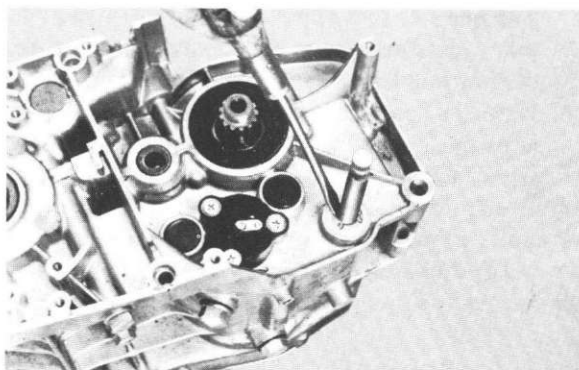

Fig. 4-11-7
- b. Remove the change shaft circlip and the shim. (Figs. 4-11-7, 4-11-8)
- b. Retirez le circlip de l'arbre de sélecteur ainsi que la rondelle d'épaisseur. (Fig. 4-11-7, 4-11-8)
- b. Seegerring und Beilagscheibe der Schaltwelle demontieren. (Abb. 4-11-7, 4-11-8)